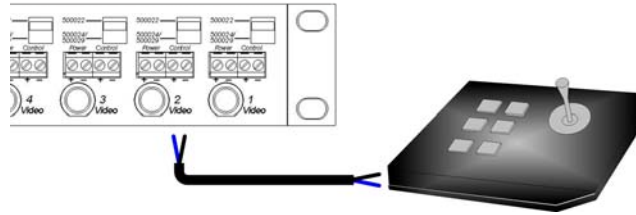

Figure 9: Connexion PTZ
- Pour la transmission du contrôle PTZ à la caméra, vérifiez que la distance entre la caméra et le concentrateur corresponde aux caractéristiques de distance par paire torsadée. Consultez le vendeur de votre équipement PTZ pour les distances maximum. Assurez vous que le commutateur de port soit réglé en mode Pass-Thru (500022). Lorsque le commutateur de port est réglé en mode Pass-Thru (500022), utilisez une (1) paire torsadée pour le contrôle PTZ. Pour de meilleurs résultats, il est recommandé d'utiliser les protocoles de contrôle RS-422, RS-485 ou Bi-phase. **À cause des risques de diaphonie, il est recommandé de ne pas utiliser le RS-232.**
11. Connectez deux (2) fils entre le contrôleur PTZ et les bornes “Contrôle” sur le concentrateur (Figure 9).